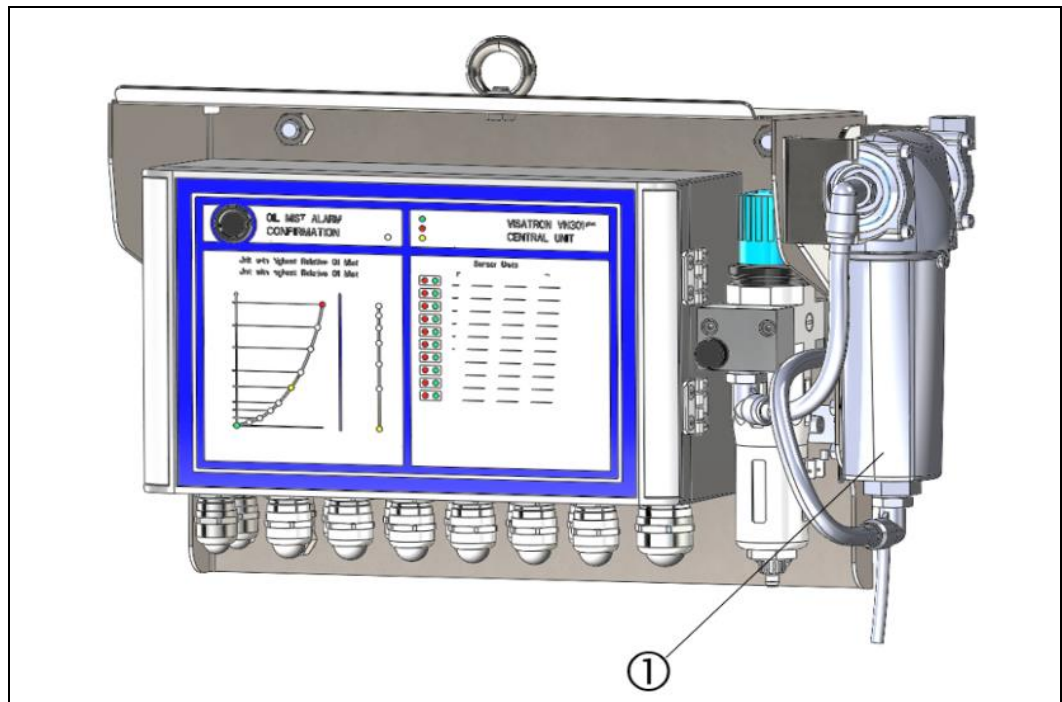

Abb.: 19 :Zentraleinheit VN301^{plus}, Ausführung mit Wasserabscheider
- Wasserabscheider- Funktion (siehe Abbildung 19)